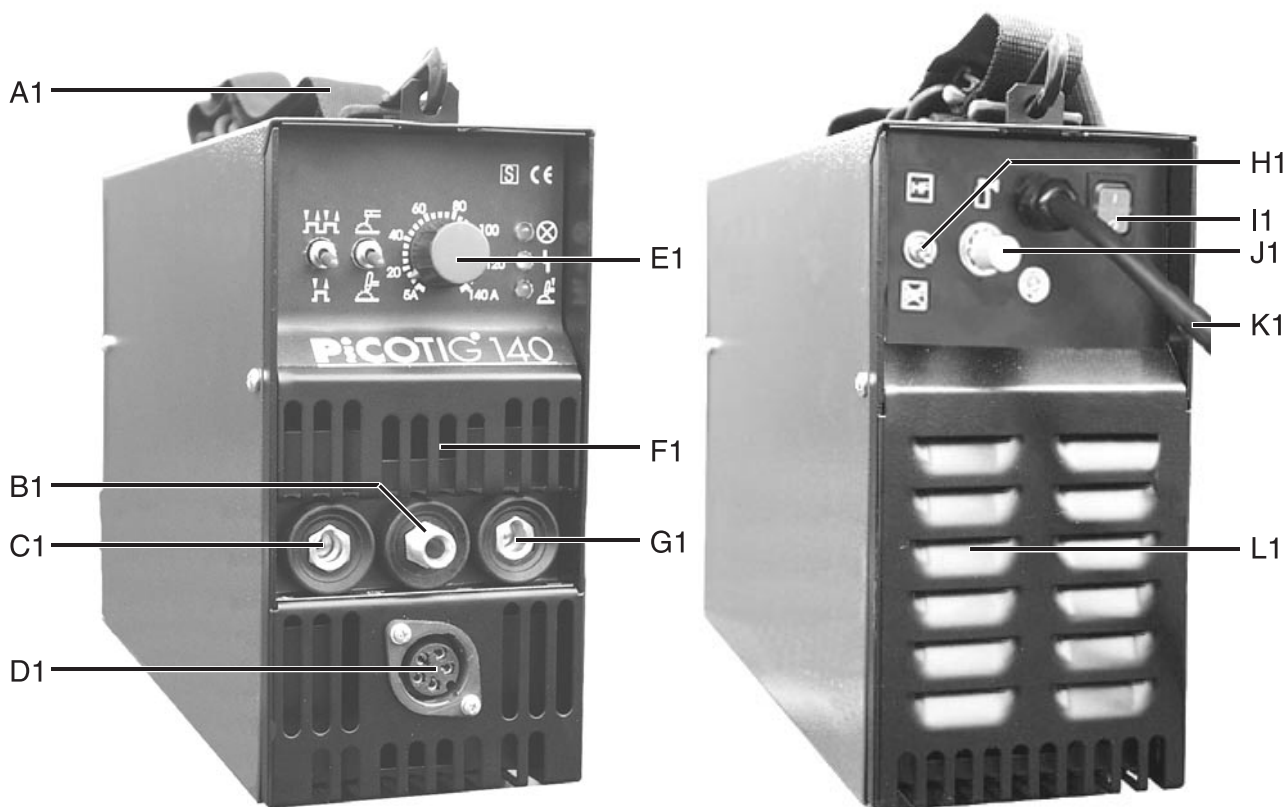

Abb. 1, Frontansicht (PICOTIG 140) / Rückansicht (PICOTIG 160 HF)
z.B. **(C1)** bedeutet: Position C / Abbildung 1 im jeweiligen Kapitel
z.B. **(Kap.3, C1)** bedeutet: im Kapitel 3 Position C / Abbildung 1